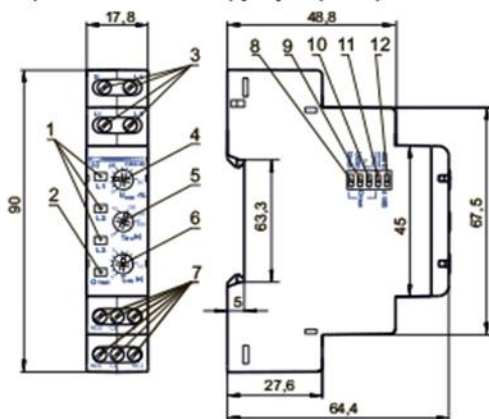

Рисунок 1
2) Регулятором **Uном ±%** (поз.4 рис. 1) установите необходимый порог срабатывания по максимальному и минимальному напряжению в процентах от номинального напряжения питания сети.
3) Регулятором **Тоткл (с)** (поз.6 рис. 1) установите время срабатывания защиты.
4) Регулятором **Твкл (с)** (поз.5 рис. 1) установите время АПВ.
5) Переключателями срабатывания защиты (поз. 8 – 11 рис. 1) включите необходимые защиты.
6) Переключателем **400 В / 415 В** (поз. 12 рис. 1) установите тип используемой сети.
Если Вы планируете использовать изделие в режиме «Контроль максимального напряжения» (разд. «Работа изделия»), разрыв питания катушки КМ необходимо подключить к клеммам **C1-NC1 (C2-NC2)** (обратная логика включения). Переключатель **Umax** (поз. 8 рис. 1) переместите в положение «Включено», а переключатели Ξ , III , **Umin** – в положение «Откл».